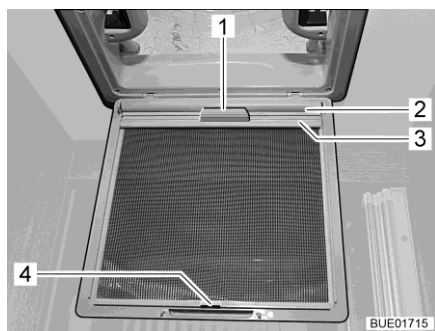

Fig. 100 Store occultant (lanterneau)
- Tirer le store occultant (Fig. 100,2) par la poignée (Fig. 100,1) et accrocher la baguette de support (Fig. 100,3) dans le crochet (Fig. 100,4) sur la moustiquaire.
- Enlever la baguette de support (Fig. 100,3) de sur le crochet (Fig. 100,4) et faire lentement redescendre le store occultant (Fig. 100,2) en le tenant par la poignée (Fig. 100,1).